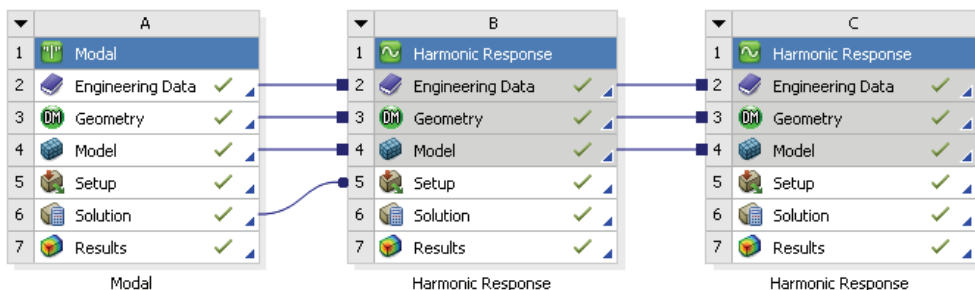

图 11-22 完成分析的项目工程图
1) 单击 Mechanical 界面右上角的“关闭”按钮，退出 Mechanical 返回到 Workbench 主界面。此时主界面中的项目管理区中显示的分析项目均已完成，如图 11-22 所示。